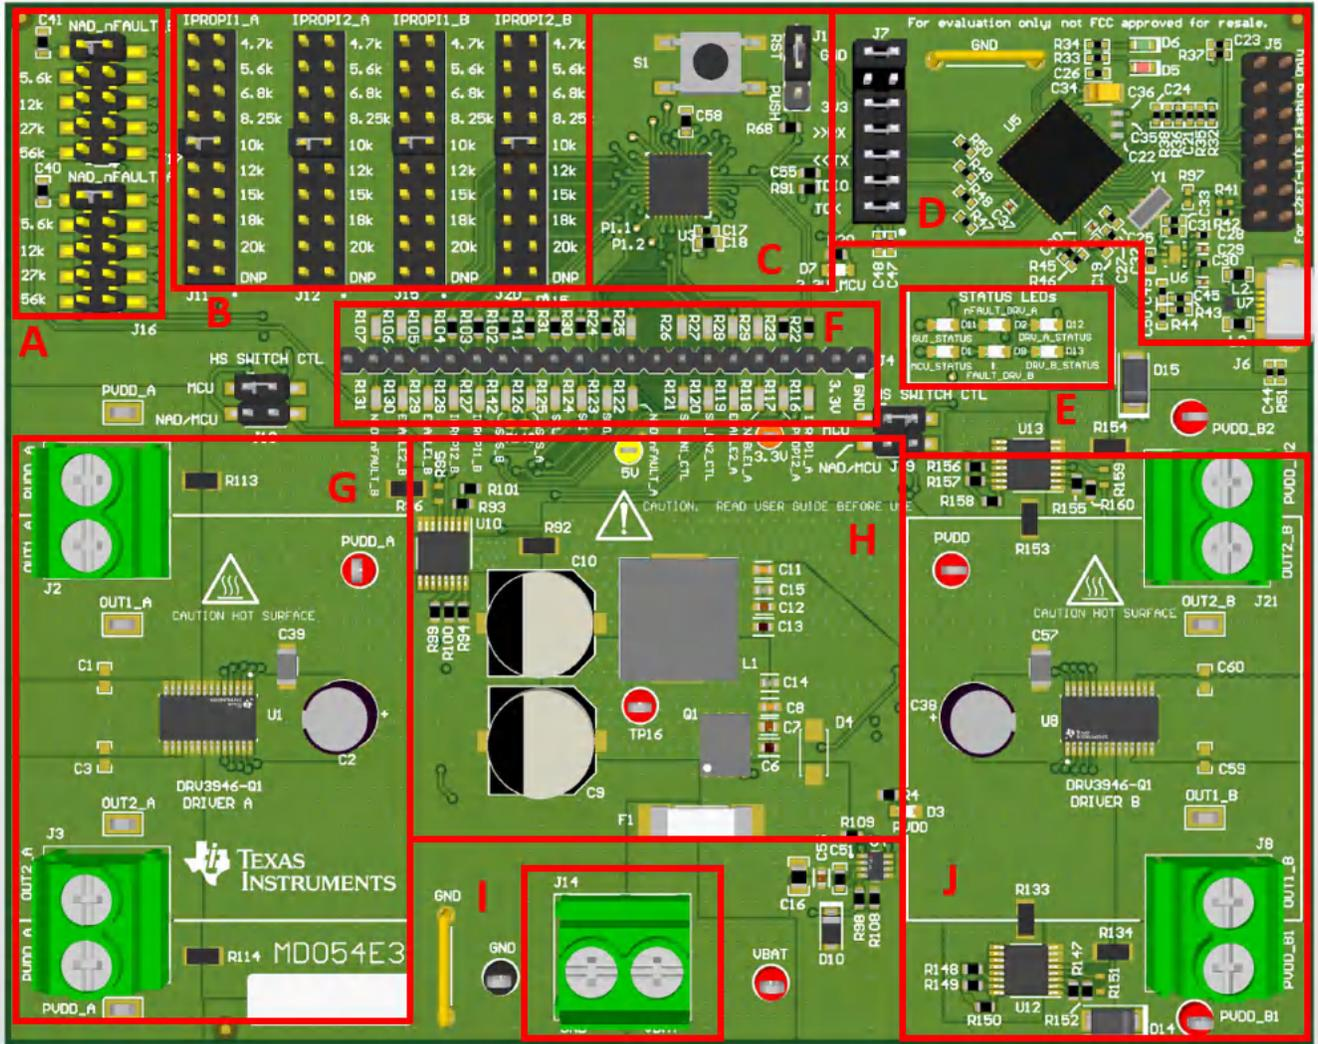

图 2-1. DRV3901-Q1EVM 硬件元件
以下各节详细介绍了 EVM 的主要元件（包括连接器、配置接头和信号测试点）。另外还提供了电压和电流额定值等信息，用以说明硬件的限制，从而防止对电路板及其元件造成潜在损害。图 2-1 显示了 DRV3901-Q1EVM 的主要元件。表 2-1 详细说明了每个标记的元件。后续章节引用了图 2-1 和表 2-1。
2. 将 micro-USB 电缆连接至 J6 (图 2-1)。为确保 GUI 应用程序正常运行，在向 EVM 施加 VSUP 电源之前，请务必将 EVM USB 电缆连接到计算机。对于独立 EVM 测试，则不需要 USB 连接。
3. 在禁用 VSUP 外部电源输出的情况下，将 +BAT 电源连接至 EVM (J14) 上的螺纹接线端子，并观察极性 (图 2-1)。